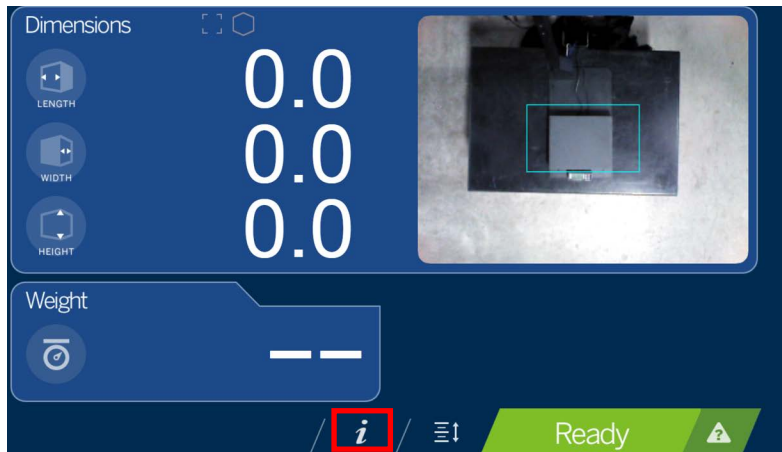

Abbildung 4-1. Auswählen der Geräteinformationen
1. Wählen Sie die Funktionstaste für **Geräteinformationen**  am unteren Bildschirmrand (Abbildung 4-1) aus.